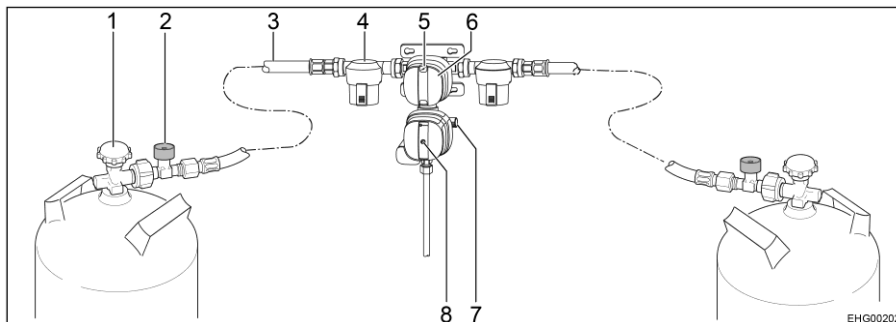

Bild 83 Säkerhetsgastryck-styrssystem DuoControl CS
DuoControl-styrsystemet består av en omkopplingsventil och en crashsensor. DuoControl-styrsystemet är monterat mellan högtrycksslangarna (Bild 83,3) med slangbrottssäkring (Bild 83,2). Med vredet (Bild 83,6) på omkopplingsventilen ställer du in vilken gasflaska som ska användas som driftflaska och vilken som ska användas som reservflaska.
I fönstret (Bild 83,5) visas gasförsörjningens status:
Crashsensorn stänger av gastillförseln vid kraftig vibration (t. ex. vid en krock). Den gula återställningsknappens läge (Bild 83,8) indikerar crashsensorns driftstatus:
- När den gula återställningsknappen (Bild 83,8) är intryckt är crashsensorn driftklar.
- När den gula återställningsknappen (Bild 83,8) sticker ut är crashsensorn **inte** driftklar. Idrifttagning, se nedan.
Slangbrottssäkringen (Bild 83,2) stänger av gasflödet om den anslutna slangen går sönder. Slangbrottssäkringen måste aktiveras genom att trycka på den gröna knappen.
- Med vredet (Bild 83,6) på omkopplingsventilen väljs gasflaskan, som ska prioriteras (driftflaska). Vrid alltid vredet till stoppläget.
- Öppna huvudavstängningsventilerna (Bild 83,1) på gasflaskorna.
- Tryck in slangbrottssäkringens gröna knapp (Bild 83,2) i cirka 5 sekunder. I fönstret (Bild 83,5) visas den gröna markeringen.
- Om crashsensorn har utlöst (den gula återställningsknappen (Bild 83,8) sticker ut):
Tryck in den gula återställningsknappen (Bild 83,8) hårt, vrid lätt medurs och håll den intryckt i 5 sekunder. Säkerställ att återställningsknappen stannar klar i det intryckta läget ("driftklar").
- Stäng huvudavstängningsventilerna (Bild 83,1) på gasflaskorna.
Om den gröna kontrolllampan (Bild 84,6) slocknar under drift och den röda kontrolllampan (Bild 84,5) tänds är driftflaskan tom och måste bytas ut. I fönstret (Bild 83,5) för gasflaskan visas den röda markeringen. Gasförbrukarna försörjs med gas från reservflaskan.
- Vrid vredet (Bild 83,6) till stoppläget i riktning mot den aktuella gasflaskan. Då blir denna gasflaska driftflaska och den tomma flaskan blir reservflaska. Markeringen i fönstret (Bild 83,5) växlar från rött till grönt.
- Stäng huvudavstängningsventilen (Bild 83,1) på den tomma gasflaskan. Beakta pilriktningen.
- Tryck på den gröna knappen på slangbrottssäkringen (Bild 83,2).